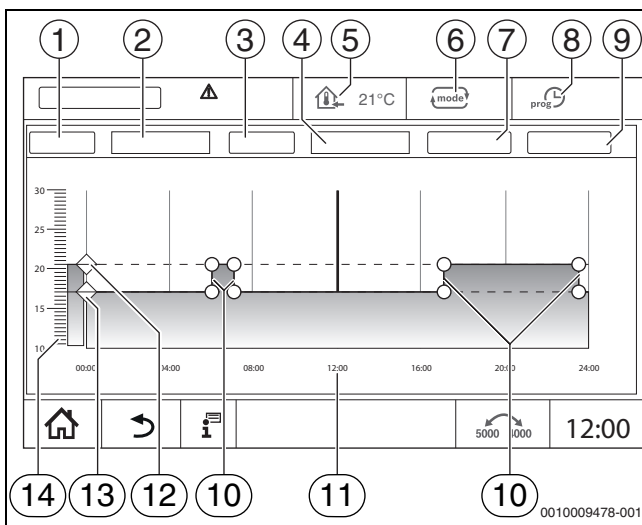

Fig. 24 Program temporizat
- ▶ Apăsați simbolul și mențineți-l apăsat în timp ce îl deplasați către temperatura dorită (→ fig. 24, [15], pagina 21).
- ▶ Atingeți simbolul și din lista de opțiuni alegeți ziua săptămânii (→ Fig. 24, [2], pagina 21) și programul dorit (→ Fig. 24, [4], pagina 21).